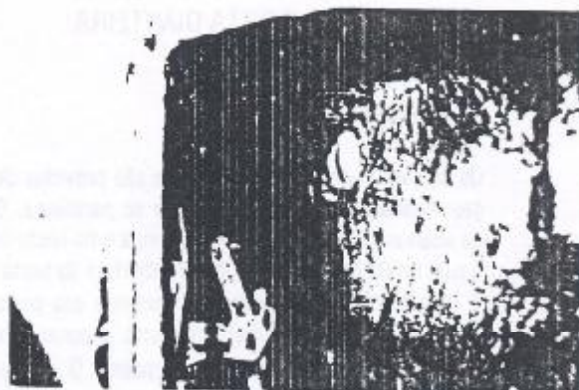

Figura 8.37.5 - Cilindro da fechadura removido
10. Remover a trava traseira da fixação do cilindro e remover o cilindro (Figura 8.37.5)